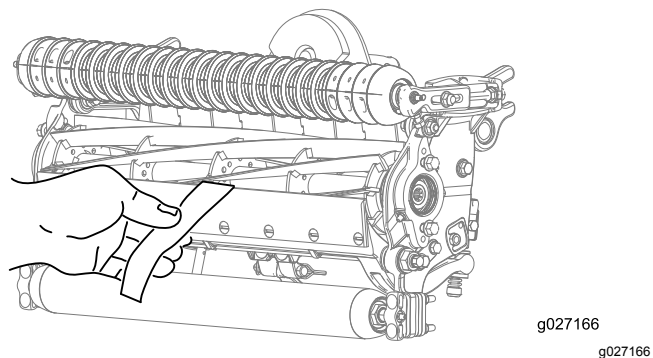

图11
- 在滚刀与底刀间插入一长条 Toro 剪切性能纸要与底刀垂直检测剪切性能 图11。